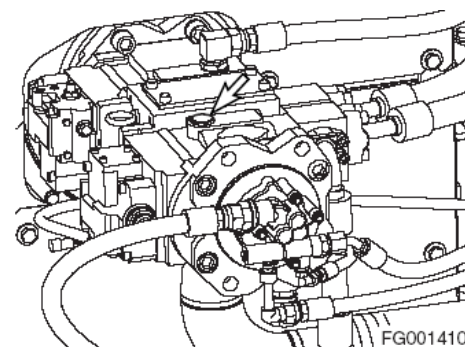

Рис. 140
1. При заглушенном двигателе, снять заглушки вентиляционных отверстий (рис. 140), чтобы убедиться в наличии масла.
2. Если масло отсутствует, заполнить насос маслом через отверстие (рис. 140).
3. Сначала следует установить на место заглушки вентиляционных отверстий (рис. 140).
5. Медленно ослабить заглушки вентиляционных отверстий (рис. 140) несколько раз, пока гидравлическое масло не начнет вытекать через отверстие. Это подтверждает, что воздух полностью вышел.
6. Затянуть заглушки (рис. 140).